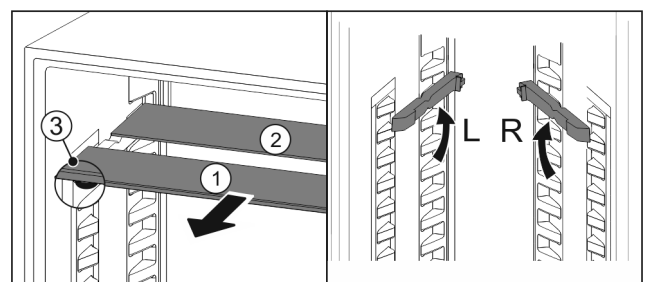

Fig. 37
- ▶ Glasplatten einzeln nach vorne herausziehen Fig. 37 (1).
- ▷ Glasplatte Fig. 37 (1) mit Zierleiste liegt vorne.
- ▷ Stopps Fig. 37 (3) zeigen nach unten.